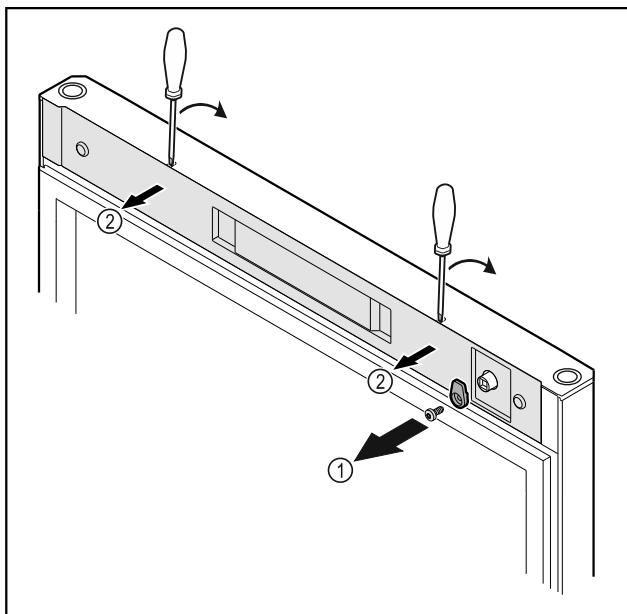

Fig. 9
- Desatornillar el gancho de cierre Fig. 9 (1).
- Desencajar la cubierta Fig. 9 (2) con un destornillador pequeño y retirarla.